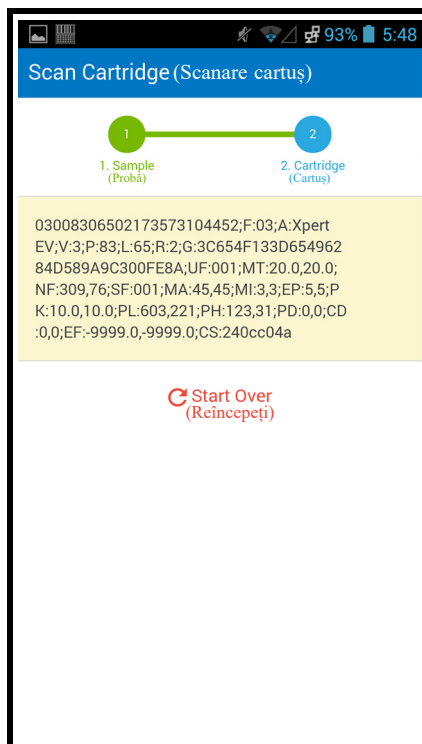

Figura 5-107. Ecranul cu informații despre cartușul scanat Cepheid Link
- Apăsați butonul scannerului (aflat pe ambele părți ale scannerului de coduri de bare) pentru a scana codul de bare al cartușului. După scanarea cu succes a codului de bare al cartușului, Cepheid Link va asocia cartușul cu proba. Scannerul va afișa pentru moment informațiile despre cartușul scanat (consultați Figura 5-107).